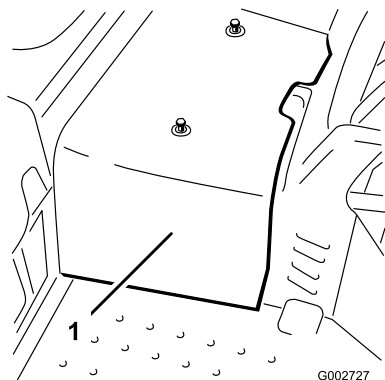

Figura 45
- Desaperte os dois parafusos que fixam o resguardo central à máquina e retire o resguardo (Figura 45).